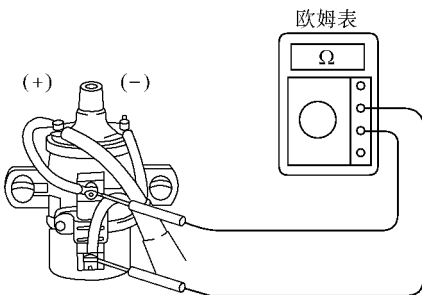

图 5-12 用欧姆表测量电阻器电阻
(4) 检查电阻器的电阻。使用欧姆表测量电阻器的电阻, 如图 5-12 所示。